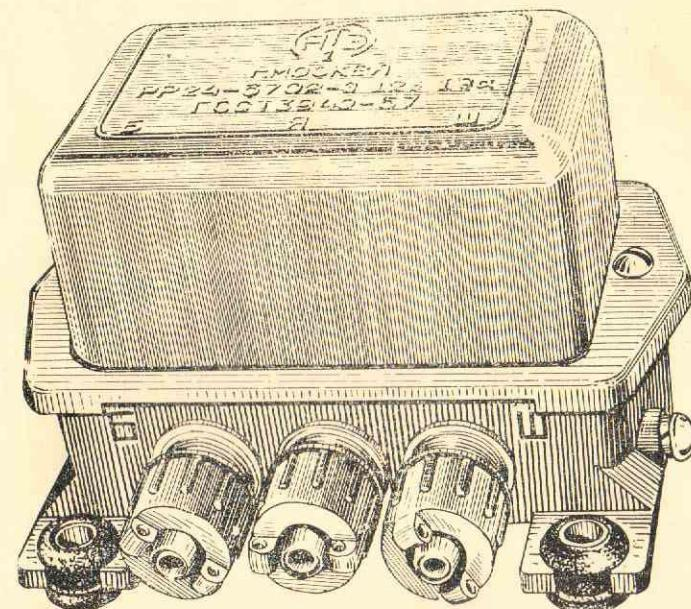

Рис. 4. Общий вид реле-регулятора РР24-Э.
- Реле-регулятор РР24-Э (рис. 4).